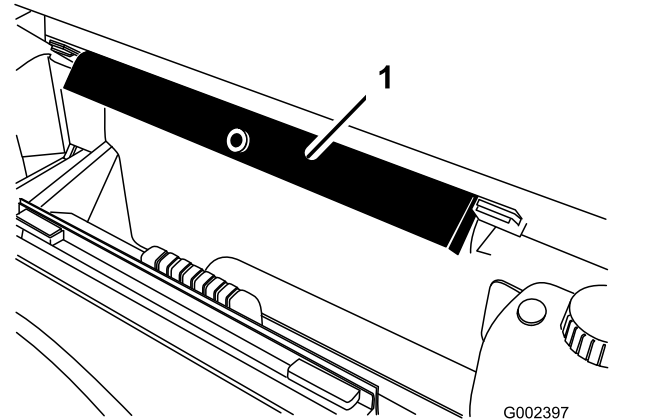

図 88
7. ROPS パネルの後ろについている保管用ブラケットから荷台サポート安全サポートを取り外す 図 88。